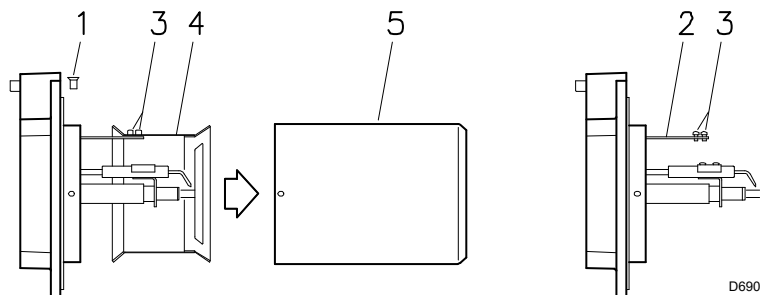

Abb. 7
- Die Schrauben 1)(Abb. 7) lösen und das Flammrohr 5) ausbauen;